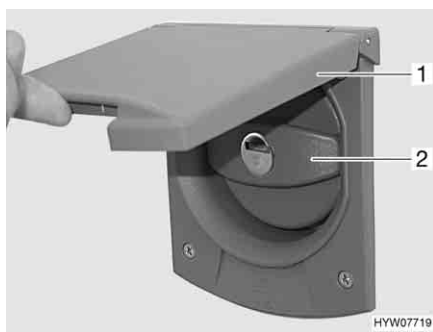

Fig. 143 Coperchio per bocchettone di riempimento dell'acqua potabile
- Alzare in alto lo sportello esterno (Fig. 143,1) (vedi capitolo 6).
- Rimuovere il coperchio (Fig. 143,2) (vedi capitolo 6).